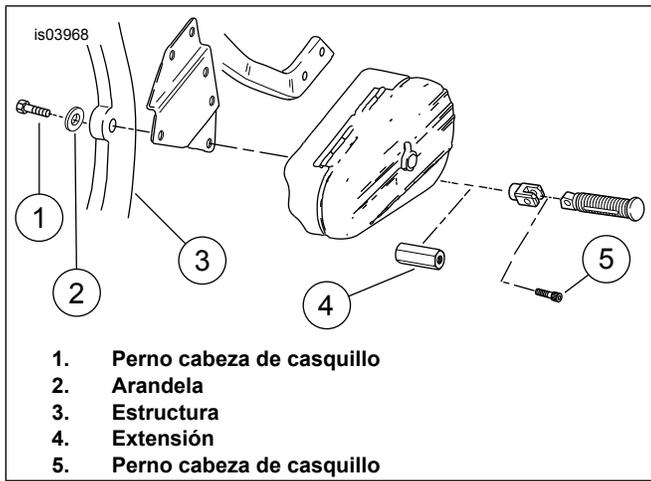

Figura 1. Kit de espaciador hexagonal
- Vea la Figura 1. Desde el lado interior del vehículo, instale el perno de 3/8-16 x 1-3/4 pulg. (1) y la arandela (2) (utilice el perno de 3/8-16 x 2-1/4 pulg., si están instaladas las barras decorativas) a través del agujero en el reborde inferior de la barra decorativa (si está equipada), pieza de soporte de reubicación de la alforja (si está equipada) y dentro del miembro de la estructura del vehículo (3). Apriete el perno a 47,8-61,0 N·m (35-45 lb-pie).
- Instale la extensión del taco apoyapiés del pasajero (4) en el extremo del perno. Apriete la extensión a 47,8-61,0 N·m (35-45 lb-pie).
- Instale el soporte del taco apoyapiés del pasajero con un perno de casquillo con cabeza hexagonal de 3/8-16 x 1-3/4 pulg. (5) o el perno de casquillo con cabeza hexagonal del equipo original en el extremo de la extensión del taco apoyapiés. Apriete el perno a 47,8-61,0 N·m (35-45 lb-pie).